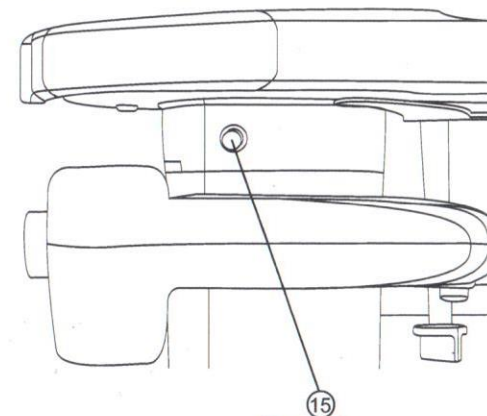

Рис. 2
- удерживая кнопкой 15 (рис. 2) шпindel от проворачивания, прилагаемым ключом отверните зажимную гайку 4;
- удерживая кнопкой 15 (рис. 2) шпindel от проворачивания, гаечным ключом **КРЕПКО** затяните зажимную гайку 4.